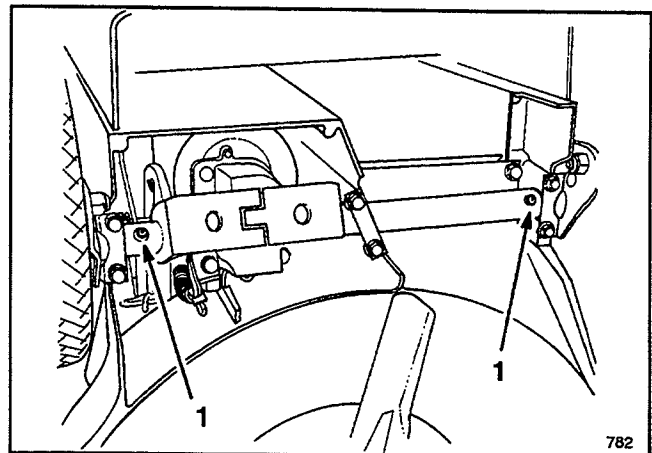

Figure 29
2. Basculer la tondeuse sur le côté gauche. Essuyer les graisseurs à l'aide d'un chiffon propre (Fig. 29). Appliquer un pistolet graisseur rempli de graisse multi-usage au lithium No. 2 sur le graisseur et pomper doucement 1 à 2 fois.